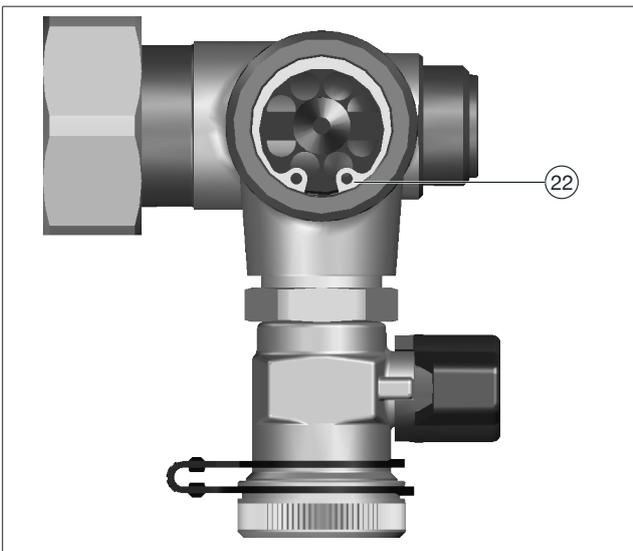

Abb. 38: Sicherungsring
1. Lösen Sie den Sicherungsring (siehe Position (22) in Abb. 38 auf Seite 43) mit einer geeigneten Sicherungsringzange.
2. Setzen Sie den Sicherungsring ein (siehe Position 22 in Abb. 38 auf Seite 43).